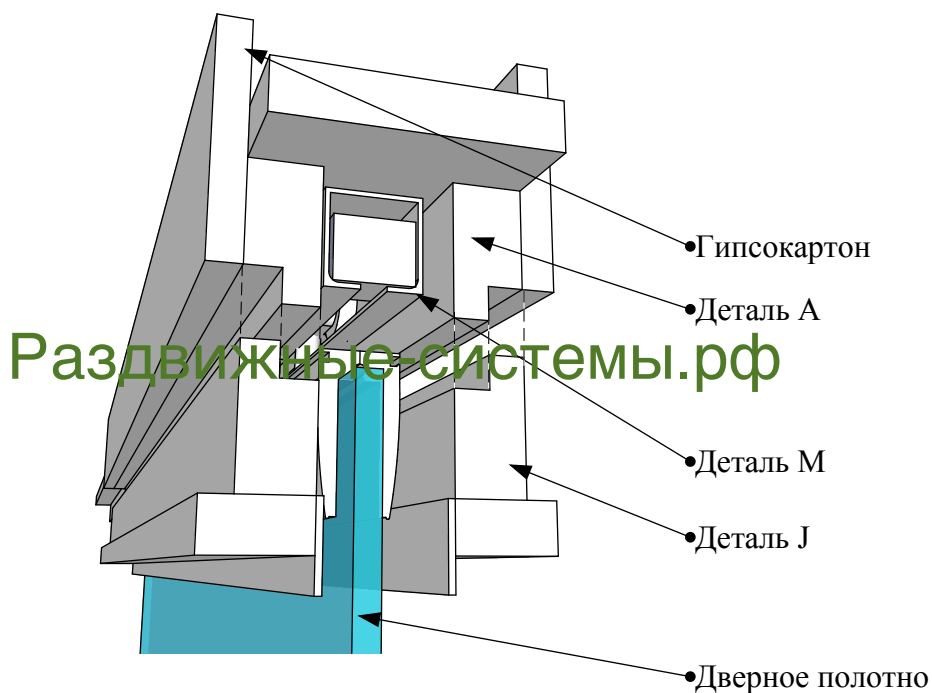

Рисунок 13
9. Установить горизонтальные основы под обрамляющие элементы и завести в паз (деталь J) щёточный уплотнитель (Рис.13).